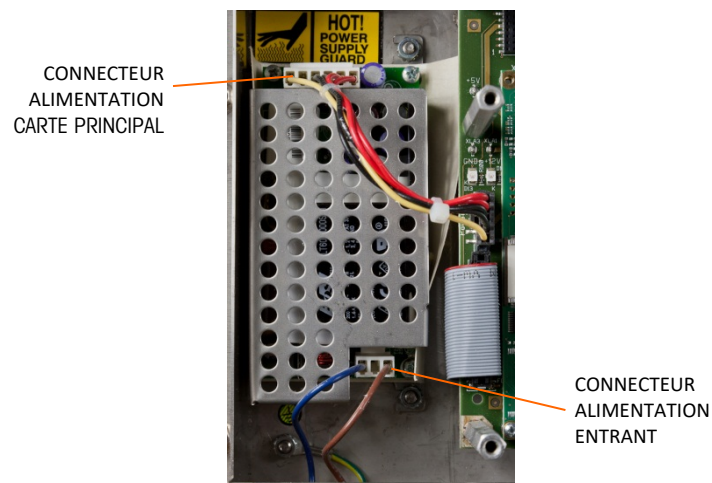
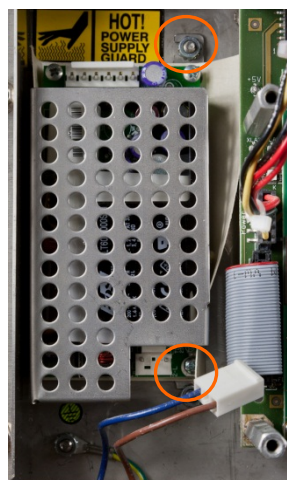

Figure 4-62 : Alimentation connectée
Figure 4-63 : Alimentation électrique, déconnectée
1. Déconnectez le cordon d'alimentation entrant et celui de la carte principale des connecteurs sur la carte d'alimentation. Ces connecteurs sont clavetés et ne peuvent être installés que dans le sens approprié. Sur la Figure 4-62, ils sont connectés et sur la Figure 4-63, ils sont déconnectés.
2. À l'aide d'un tourne-écrou de 7 mm, enlevez l'écrou et la rondelle de chacun des deux montants fixant le support de l'alimentation au boîtier. Voir la Figure 4-63. Dans le cas d'un terminal avec montage sur panneau, ce support est installé à côté de la carte principale. Dans le cas d'un terminal pour environnement difficile, le support est installé sur l'une des parois du boîtier.
4. Dégagez la carte de l'alimentation du support en retirant les quatre vis, une à chaque coin (voir la Figure 4-63).
1. Installez la carte de l'alimentation sur le support de montage à l'aide des quatre vis, une à chaque coin. Prenez note de l'orientation du bloc d'alimentation par rapport au support (voir la Figure 4-63).
3. Connectez le cordon de l'alimentation entrant et le cordon à la carte principale (Figure 4-62).